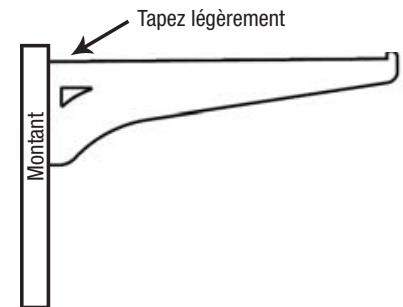

Figure 2
**ÉTAPE 3:** Une fois les montants installés, insérez chaque support simple de 8 po à la hauteur désirée et tapez-les légèrement en place à l'aide d'un marteau, tel qu'illustré à la **Figure 2**.